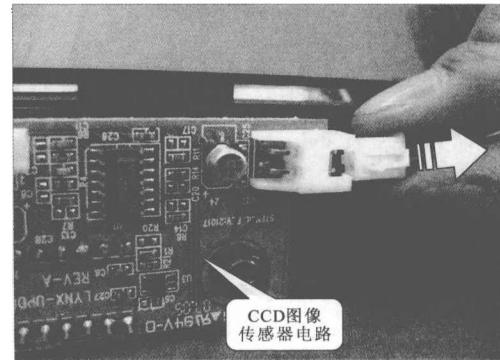

图 1-19 取下曝光灯高压供电电路的连接线
(17) 取下保护盖后可以看到连接曝光灯高压供电电路相连的接口，将其取下来，如图 1-19 所示。